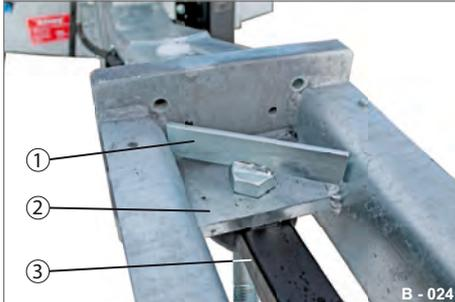
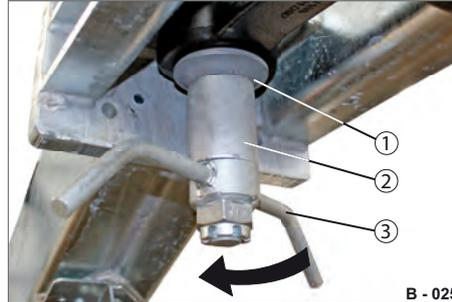

Abb. 21 Zugöse D50 unten angeschlagen
Abb. 22 Zugöse D50 unten sichern
- ▶ Befestigungsschraube (Abb. 21/1) von oben durch die Halterung (Abb. 21/2) und die Zugöse (Abb. 21/3) stecken.
- ▶ Scheibenauflage (Abb. 22/1), den Abstandshülse (Abb. 22/2) von unten auf die Befestigungsschraube an die Zugöse (Abb. 21/3) stecken.
- ▶ Flügelmutter (Abb. 22/3) auf die Befestigungsschraube aufschrauben.